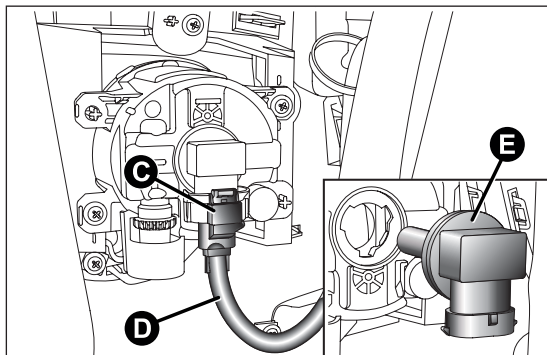

fig. 126
- ☐ actuar en la ballestilla C fig. 126 y soltar el conector eléctrico D;